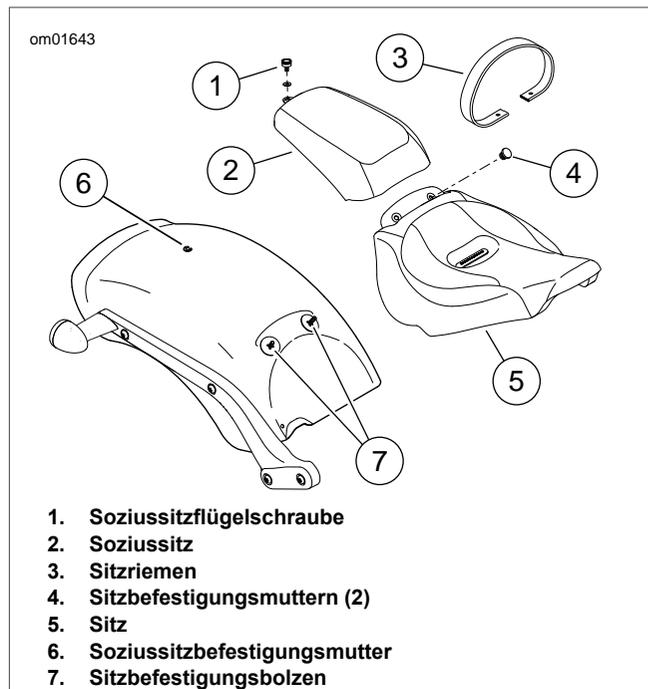

Abbildung 49. Fahrer- und Soziussitz
1. Siehe Abbildung 49. Die Flügelschraube und Unterlegscheibe aus der Oberseite des hinteren Schutzblechs lösen.
1. Siehe Abbildung 49. Den Soziussitz ausbauen.